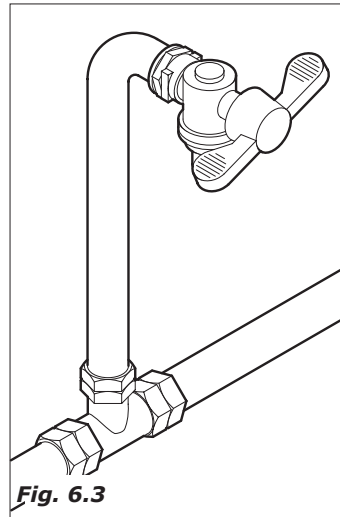

Fig. 6.3
- instalar, se não for presente, uma torneira em posição acessível para isolar o aparelho da rede hídrica se for necessário (Fig.6.3).